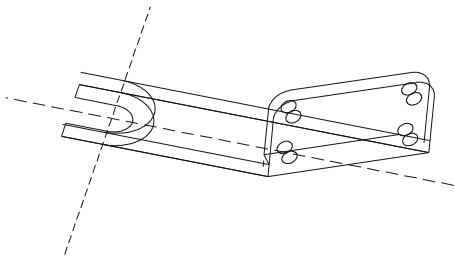

图 6-3-11
STEP 05 接下来绘制左侧叉槽，首先使用 VIEW 命令设置视图方向，再使用 UCS 命令设置当前用户坐标系，效果如图 6-3-11 所示。其具体操作如下：